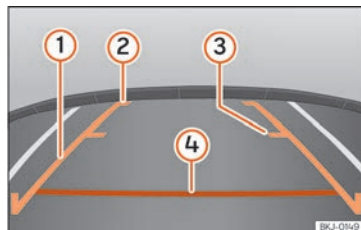

Fig. 169 Visualização no ecrã do sistema de infotainment: linhas de orientação.
- A carga do veículo modifica a representação das linhas de orientação »» Fig. 169. A largura que as mesmas representam, diminui com o nível de carga. Preste atenção ao espaço envolvente quando o interior ou a bagageira estiverem carregados.
» **Fig. 169**